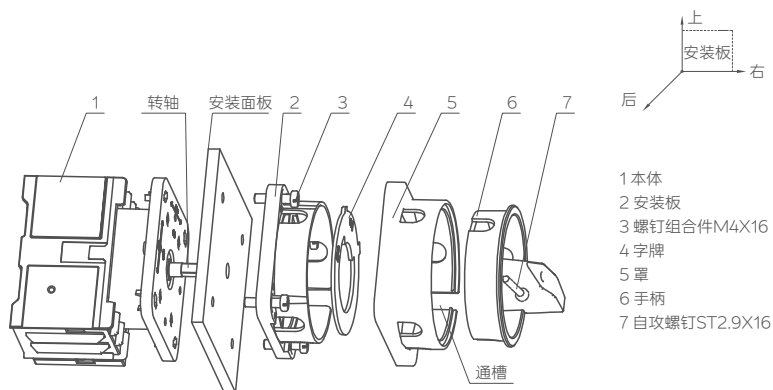

图 13 NF1-32 (40) /3.0.1.0、NF1-32 (40) /3.2.1.0 安装示意图
7.2.2 NF1-32 (40) /3.0.1.0 、NF1-32 (40) /3.2.1.0 安装方法 (见图 13)